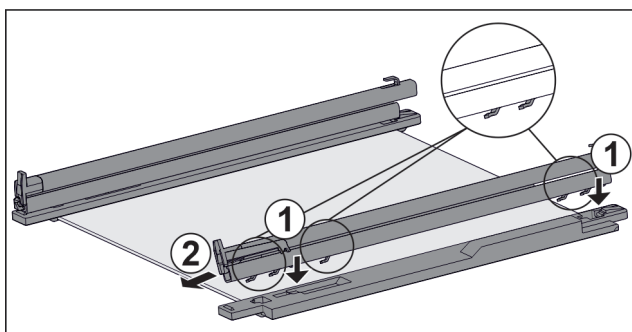

Fig. 57 Ripiano in vetro con guide e fermi
- ▶ Inserire il gancio della guida sulle aperture del **gancio** sinistro. Fig. 57 (1)
- ▶ Tirare la guida in avanti. Fig. 57 (2)
- ▶ Inserire il gancio della guida nelle aperture del **gancio** destro. Fig. 57 (1)